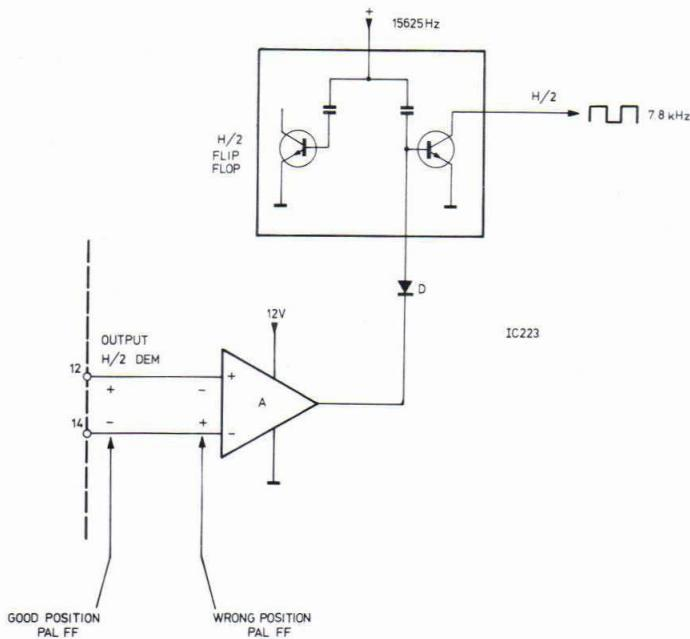

Fig. V-12
9. De identifikatieschakeling (Fig. V-12)